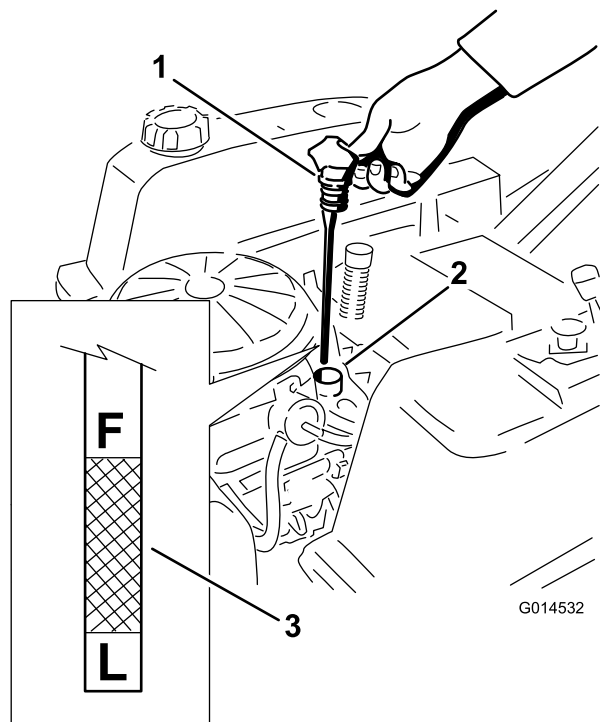
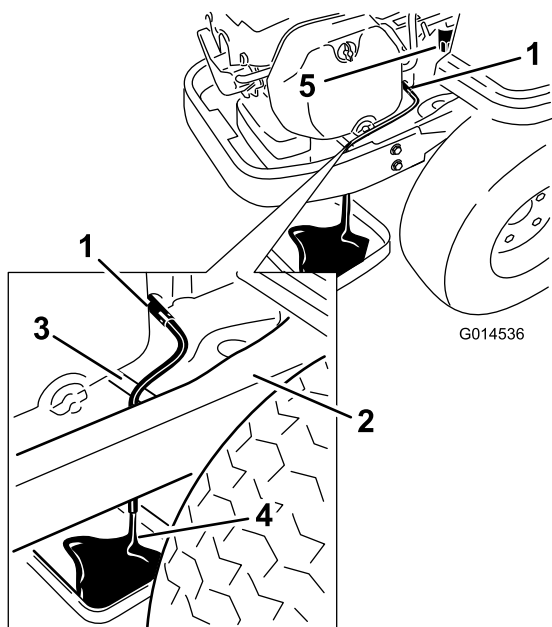

Figura 28
Figura 30
4. Retire el tapón de llenado/varilla de aceite y límpielo. Vuelva a colocar la varilla y empuje firmemente para asentarla en su lugar (Figura 28).
5. Retire la varilla y compruebe el nivel de aceite (Figura 28).
- Coloque un recipiente debajo del tubo de vaciado de aceite según se muestra en Figura 30
- Gire la válvula de vaciado 1/4 de vuelta en el sentido contrario a las agujas del reloj para abrirla y dejar que el aceite se drene (Figura 30). Retire el tapón de llenado/varilla (Figura 28).
- Retire el filtro usado y limpie con un paño la superficie de montaje (Figura 30).
- Cuando el aceite se haya drenado completamente, cierre la válvula de vaciado de aceite. Retire el tubo de vaciado y limpie cualquier exceso de aceite que hubiera en el bastidor (Figura 30).
- Vierta lentamente un 80% aproximadamente de la cantidad especificada de aceite por el tubo de llenado (Figura 28).
- Coloque firmemente el tapón de llenado/varilla (Figura 28).
- Compruebe el nivel de aceite (Figura 28); consulte Verificación del nivel de aceite.